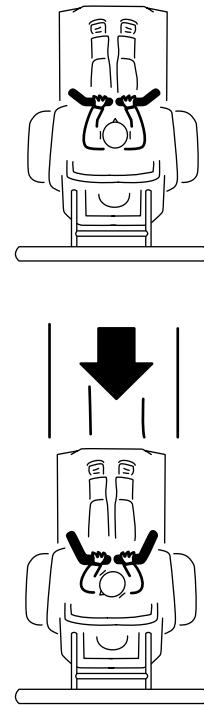

Bild 25
3. Zum Rückwärtssfahren sollten Sie nach hinten schauen und die Steuerhebel langsam nach hinten ziehen (Bild 25).